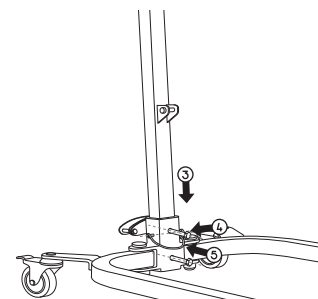

fig. 3
- Inserte el mástil a la base [3] [fig. 3].
- Inserte pin y ajuste tornillos [4 y 5] [fig. 3].